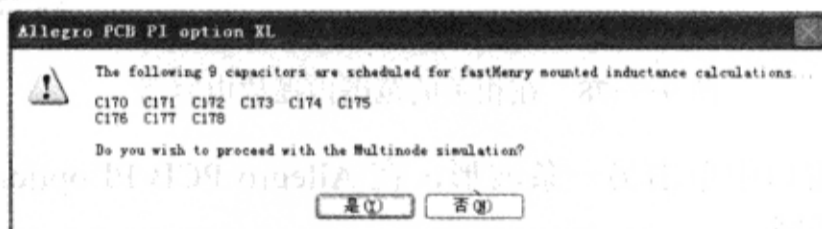
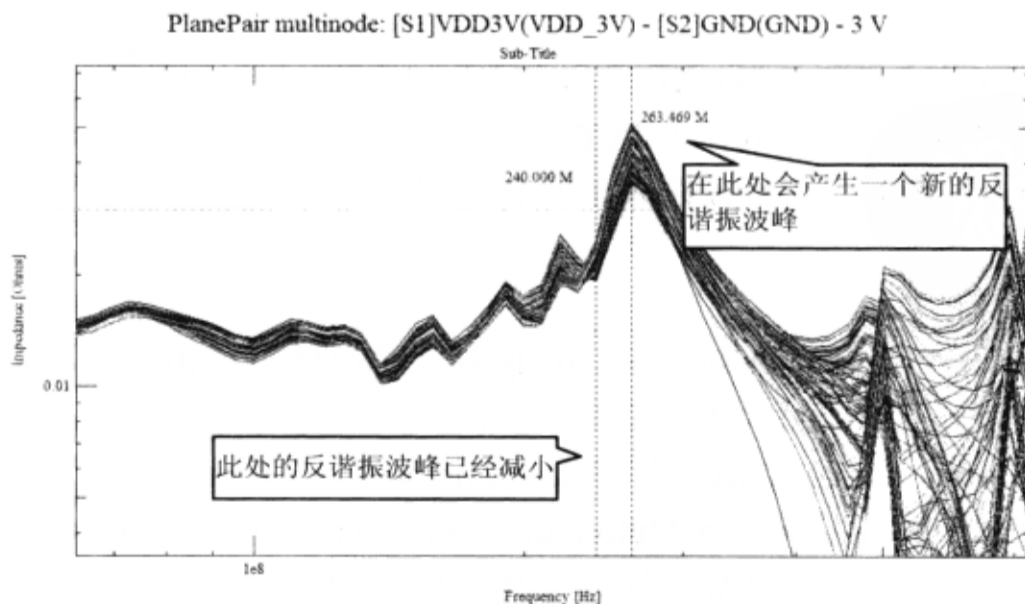

图 9-7-82 对电容器进行快速亨利贴装电感值计算
图 9-7-83 平面对多节点仿真结果
(18) 此时会显示 Allegro PCB PI option XL 提示窗口，电源完整性工具会提示将对 9 个电容器进行 Fast Henry 贴装电感值计算，单击“是”按钮，如图 9-7-82 所示。此时会进行多节点分析并在 SigWave 窗口中显示结果，如图 9-7-83 所示。每个人的仿真结果很可能和图 9-7-83 中所显示的不一样，这是因为电容器的摆放位置是不相同的。但是从图 9-7-83 中可以看出，接近 240MHz 附近的反谐振波峰已经得到了减小，但是在 265MHz 附近会产生一个新的反谐振波峰，要想减小这个波峰只需重复以上的步骤即可。